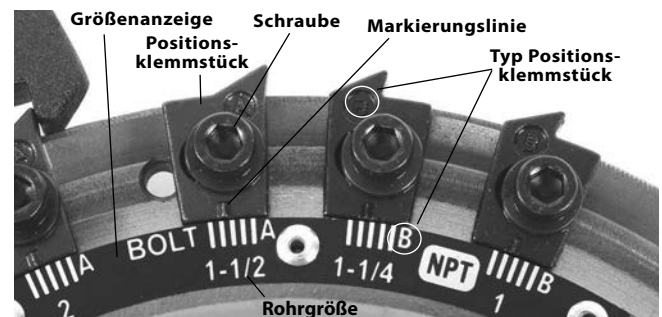

Abbildung 15 – Einstellung der Gewindegröße
6. Achten Sie immer darauf, dass der Typ des Positionsklemmstücks übereinstimmt (Abbildung 15).